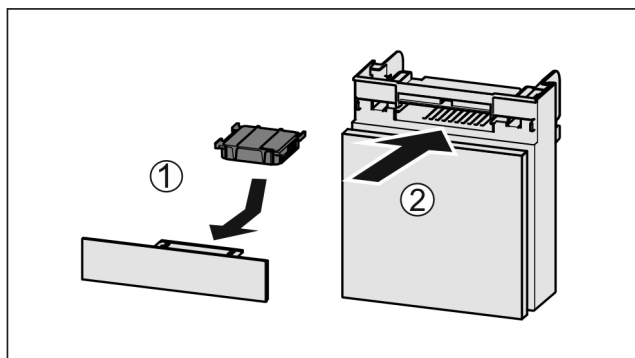

Fig. 37
- ▶ Actiefkoolfilter overeenkomstig afbeelding aanbrengen Fig. 37 (1).
- ▶ Lade erin schuiven Fig. 37 (2).